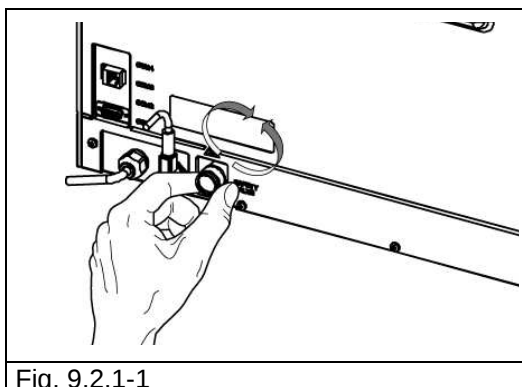

Fig. 9.2.1-1
2. Dévisser le bouchon (Fig. 9.2.1-1) situé sur la partie supérieure de la soupape en le faisant tourner dans le sens inverse des aiguilles d'une montre, jusqu'à atteindre la fin de course et qu'il tourne à vide.